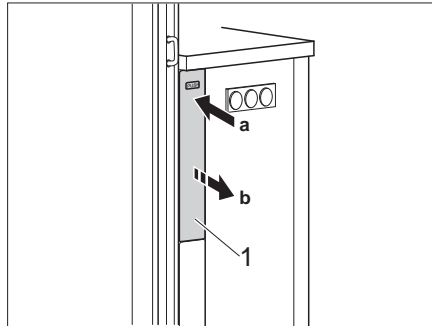

Bild 101 Verbreiterung lösen
- Auf die Blende (Bild 101,1) der Verbreiterung drücken. Die Verbreiterung wird gelöst.
- Verbreiterung (Bild 101,1) in den Küchenaufbau schieben, bis sie einrastet.